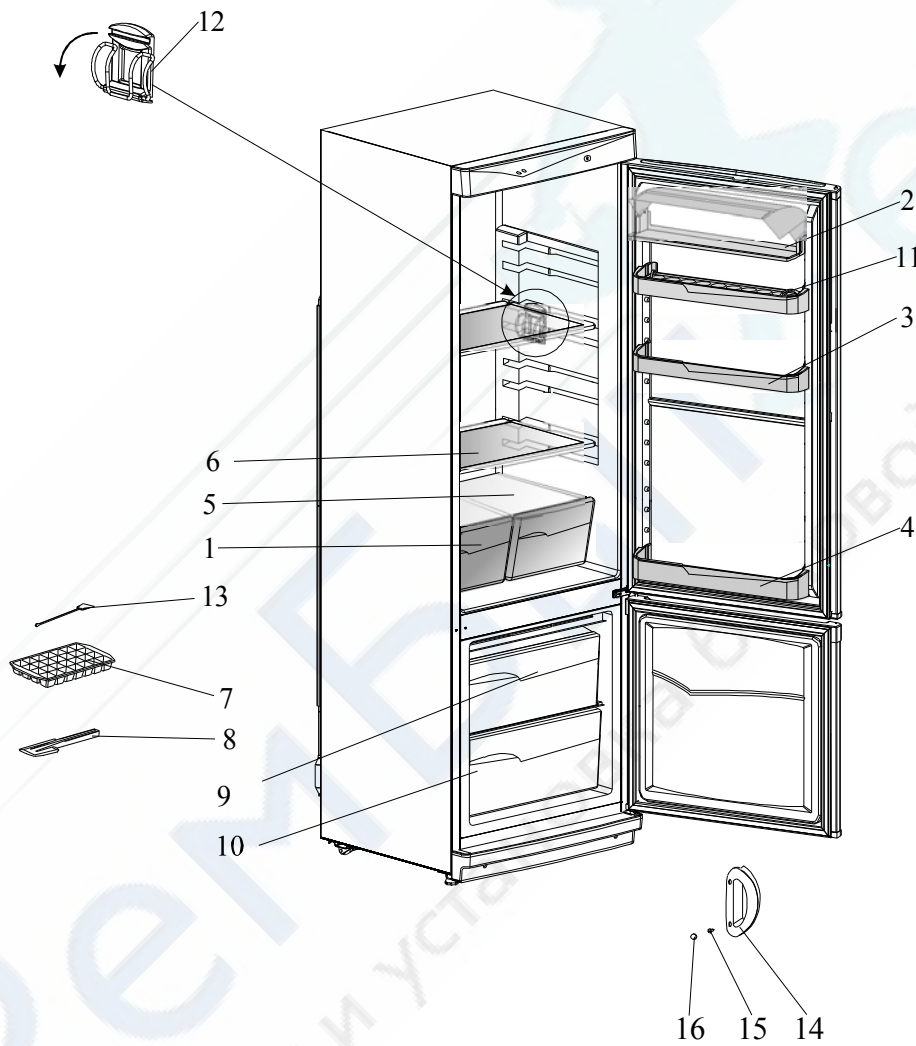

Рис.1 Расположение съемных деталей холодильника
- 6.7. Установите комплектующие изделия в холодильник согласно рис.1.
Помидоры, огурцы, перец, баклажаны, лимоны хранить на верхней полке, остальные овощи и фрукты в сосудах 1 (рис.1). Бананы не следует хранить в холодильнике.